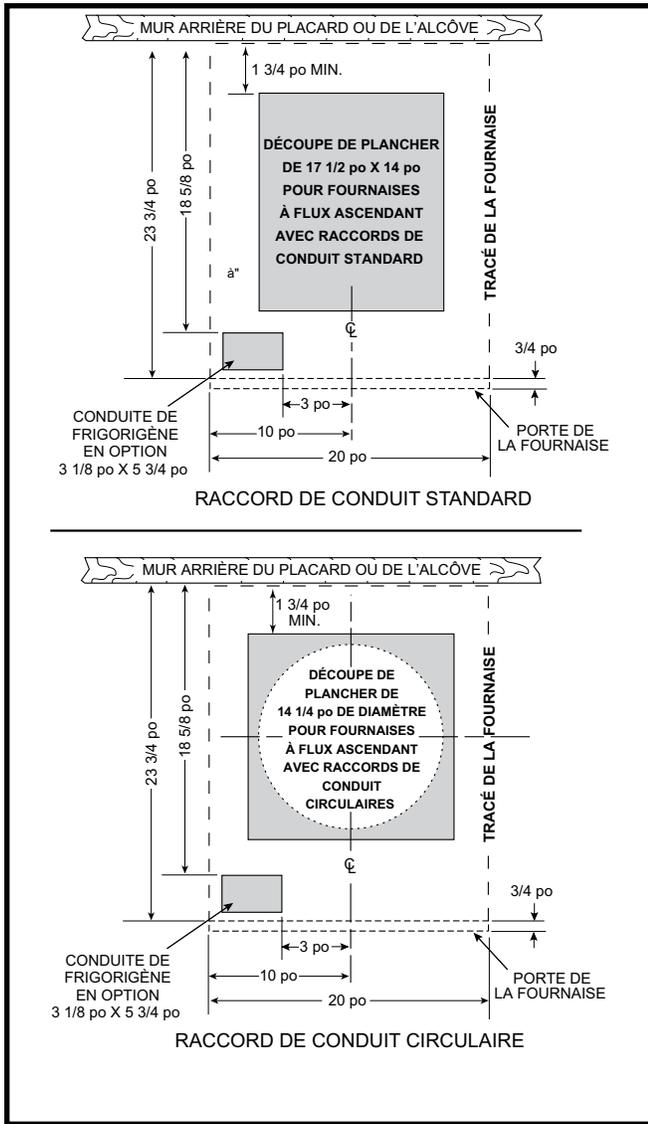
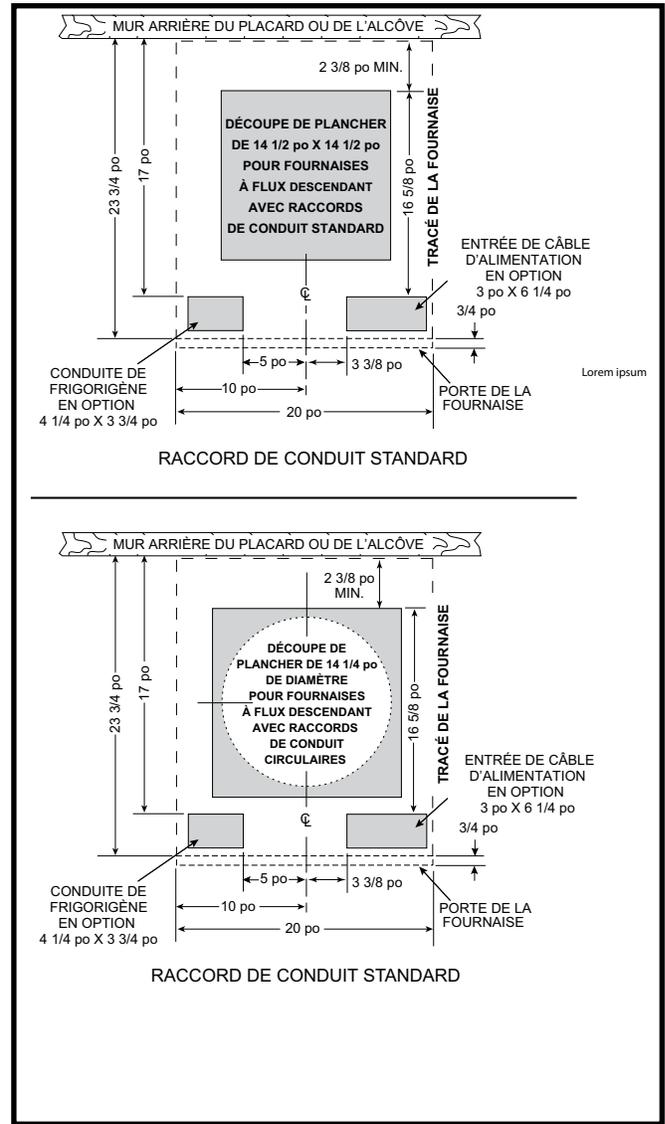

Figure 5. Dimensions de l'ouverture pour fournaies à flux ascendant
Figure 6. Dimensions de l'ouverture pour fournaies à flux descendant
Les ouvertures dans le plancher doivent être positionnées soigneusement pour prévenir les erreurs d'alignement entre la fournaise et le conduit d'air. Les ouvertures normales ou rondes des fournaises à flux ascendant sont illustrées à la Figure 5. Les ouvertures pour les fournaises à flux descendant sont illustrées à la Figure 6.
2. En utilisant la ligne centrale comme point de départ, tracez le reste du trou pour les conduits en fonction des dimensions montrées à la Figure 5 ou la Figure 6.
- a. Marquez les ouvertures de plancher comme indiqué à la Figure 5 \(page 9\). Prévoyez les dégagements minimaux à l'arrière et sur les murs gauches du placard pour l'installation de la fournaise et du câblage.